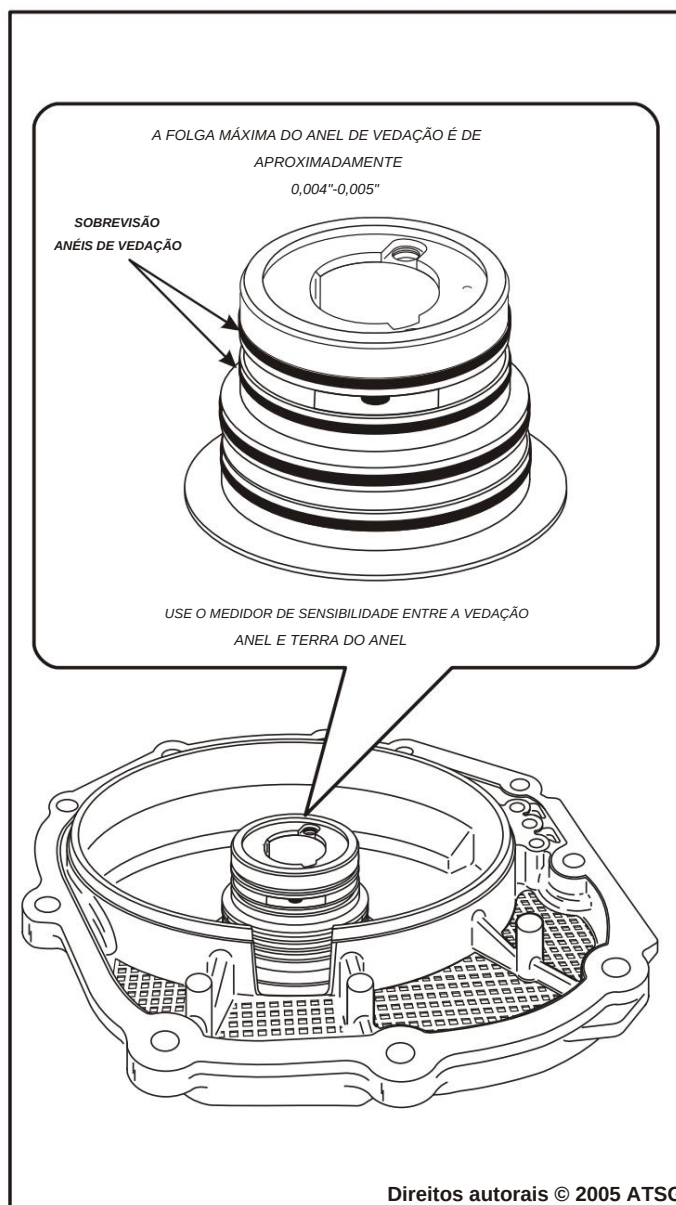

Figura 73
DA TAMPA TRASEIRA **Antes** de prosseguir com a seção de reconstrução dos componentes da tampa traseira, é imperativo que o munhão e a área do anel de vedação da tampa traseira sejam inspecionados **cuidadosamente** quanto a qualquer desgaste e/ou dano, conforme mostrado na Figura 73. Certifique-se de que a folga da ranhura do anel de vedação está dentro da especificação usando o calibrador de
2. Inspeção o munhão da tampa da extremidade e a área do anel de vedação quanto a desgaste e/ou danos e verifique a folga da ranhura do anel de vedação com um calibrador de lâminas, conforme descrito na Figura 73.